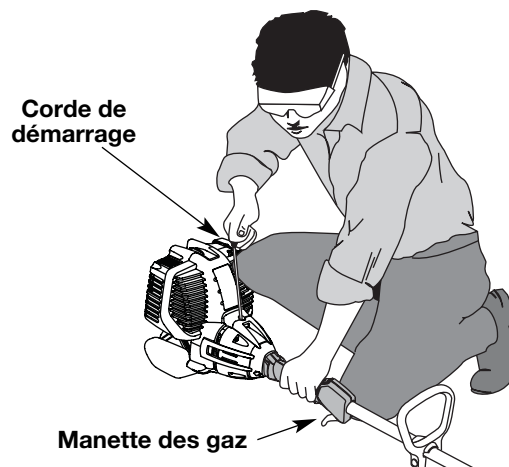

Fig. 11
AVERTISSEMENT : évitez tout démarrage accidentel. Tenez-vous en position de démarrage lorsque vous tirez sur la corde de démarrage (Fig. 11). L'opérateur et l'appareil doivent tous deux être en position stable pour éviter des blessures graves.
4. Levez-vous en position de départ et **n'appuyez pas sur la manette des gaz** (Fig. 11). Tirez le cordon de démarrage d'un **mouvement contrôlé et ferme** à 5 reprises.